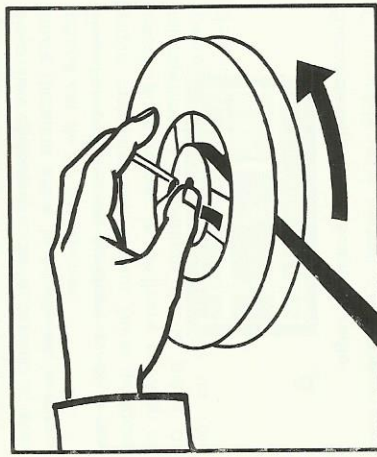

Fig. 7
- Pousser l'extrémité de la bande sur le noyau de la bobine vide et, de la main, faire effectuer quelques tours à cette dernière, dans le sens contraire des aiguilles (fig. 7), jusqu'à ce que la bande soit fixée sur la bobine droite. La bande doit être bien tendue.